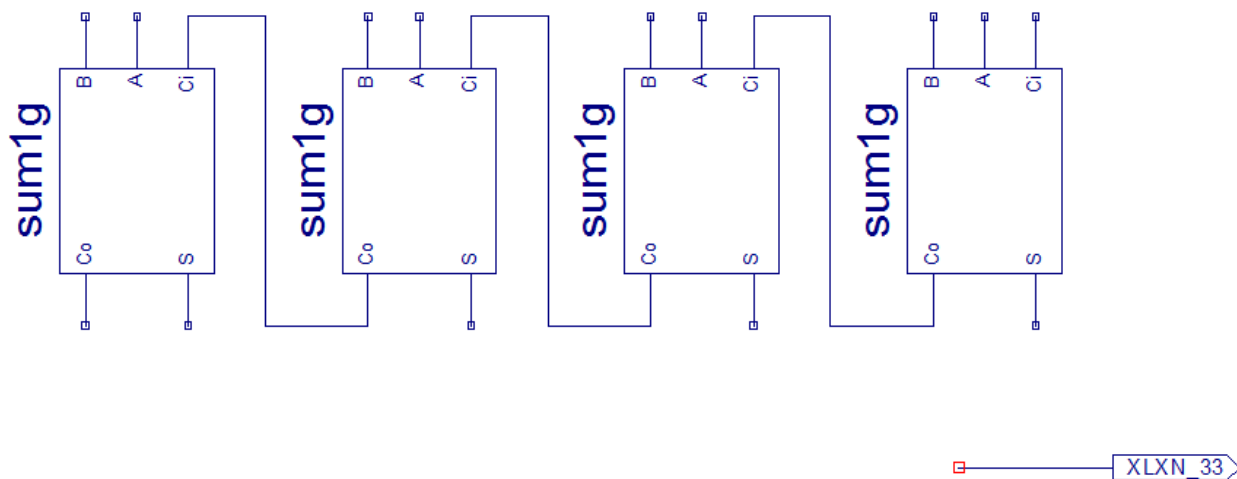

figura 12
1. Adăugați o conexiune care se termină în aer la ambele capete iar apoi la capătul din dreapta adăugați un marker IO de tip output, ca în figura 12.